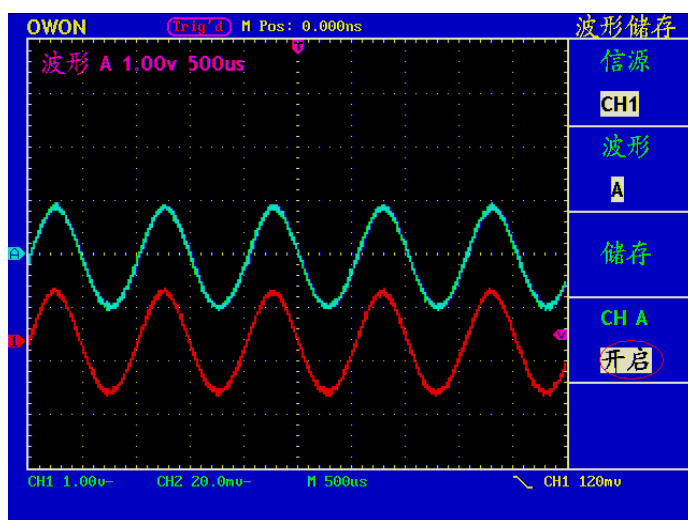

图45：波形储存
- 4、按 **F4** 菜单选择键，选择CHA为 开启，存储的波形A就显示在屏幕中。显示区的左上角同时显示波形A的电压档位和时基档位。见图45：